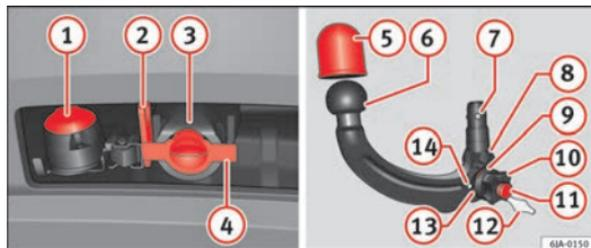

Fig. 114 Support du dispositif d'attelage pour remorque/barre à boule d'attelage
Légende de la ⇒ fig. 114
- Retirez le bouchon de l'orifice de la frette de serrage (4) ⇒ fig. 114 en le tirant vers le bas.
- Placez le bouchon de l'orifice de la frette de serrage **(4)** ⇒ fig. 114.